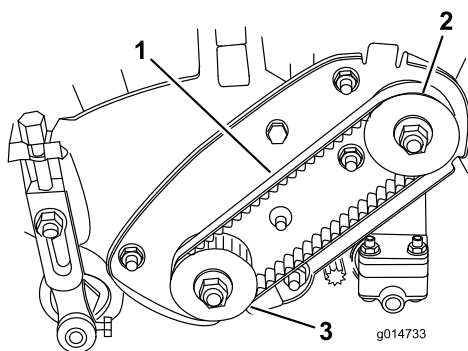

Bild 37
2. Prüfen Sie die Spannung des Riemen (Bild 37). Wenden Sie eine Kraft von $1,8 \pm 0,5$ kg in der Mitte der Scheiben an. Der Riemen muss sich 4,8 bis 7,9 mm durchbiegen lassen. Machen Sie bei einem falschen Durchbiegungswert mit dem nächsten Schritt weiter.